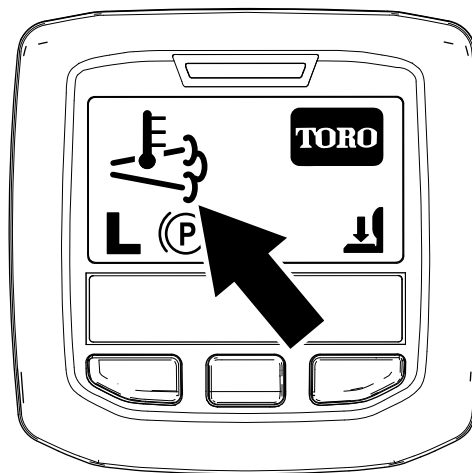

Рисунок 63
- Значок высокой температуры выхлопа отображается на экране инфо-центра (Рисунок 63).